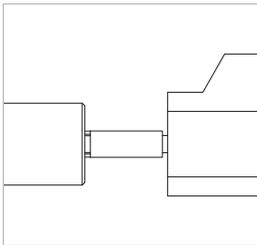

Abbildung 3
- ▶ Greifen Sie den Prüfling und stecken Sie ihn gerade und bis zum Anschlag auf den Adapter (Abbildung 3). Dadurch wird eine Beschädigung der Frontdichtung durch eventuell scharfe Kanten am Prüfling vorgebeugt und das richtige Anschließen gewährleistet.